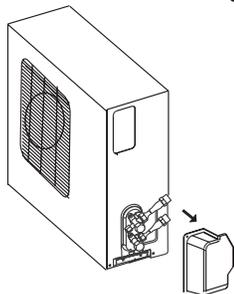

Figure 6.6
1. Retirez le bac à eau sur le côté de l'unité extérieure comme indiqué ci-dessous à la **figure 6.6**.